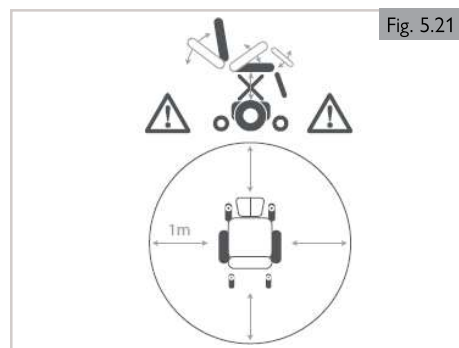

Fig. 5.21
2. Avant d'utiliser le fauteuil, toujours s'assurer que les repose-jambes ou les repose-pieds n'entrent pas en contact avec les roues avant. (Fig. 5.21)